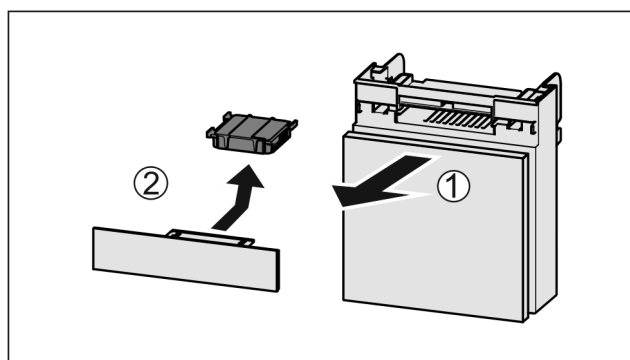

Fig. 245
- Estrarre il vano tirando in avanti Fig. 245 (1).
- Rimuovere il filtro a carboni attivi Fig. 245 (2).